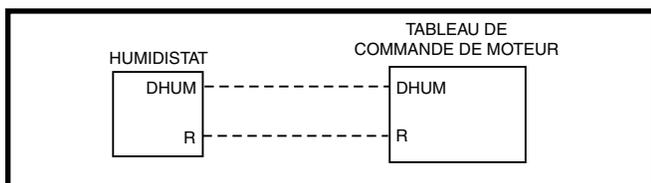

Figure 6. Configuration du câblage de déshumidification
1. Si le thermostat de la pièce intègre un capteur d'humidité et une sortie **DHUM**, branchez la sortie **DHUM** du thermostat à la borne **D** du tableau de commande du moteur. Voyez la Figure 6 \(page 11\).